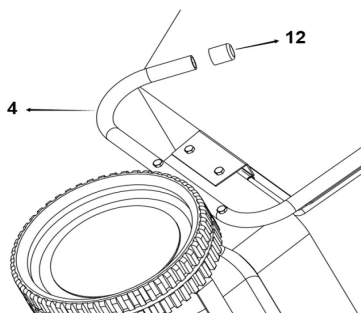

Рис. 7
Установите на трубки нижних частей рукояток (4) заглушки (12) (Рис. 7).